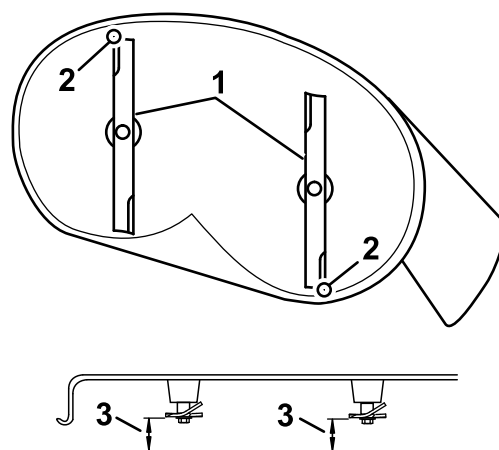

図 64
4. 注意深くブレードを回転させて、ブレードを前後方向に向ける図 64。
5. 前方のブレードの前端の刃先から平らな床面までの距離を測定する。同様に、後方のブレードの後端の刃先から平らな床面までの距離を測定する図 64。